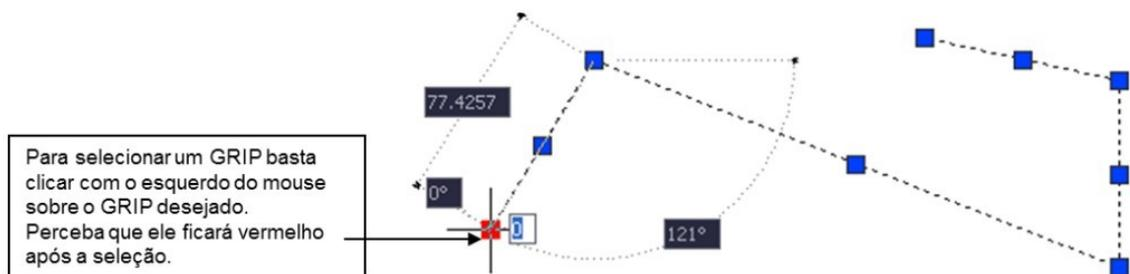

Figura 7.7 - Objetos selecionados mostrando os GRIPS.
3. Para selecionar mais de um *GRIP*, mantenha pressionada a tecla *SHIFT* e clique com o botão esquerdo do mouse sobre os *GRIPS* nos quais se deseja efetuar alguma operação. Para remover a seleção de um *GRIP* basta manter pressionada a tecla *SHIFT* e clicar com o botão esquerdo do mouse sobre o *GRIP* correspondente. Para selecionar apenas um *GRIP*, basta clicar com o botão esquerdo do mouse sobre o *GRIP* desejado (figura 7.7).